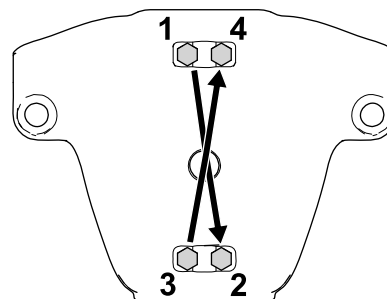

**Figura 3**
3. Retire os parafusos de cabeça sextavada (5/16" x 2 1/2"), porcas (5/16") e grampos que prendem a cabeça da direção à suspensão (Figura 3).
4. Retire o olhal estriado de plástico da cabeça da direção (Figura 3).
6. Utilize as ferragens que retirou no passo 3 para instalar a cabeça da direção na suspensão (Figura 3).